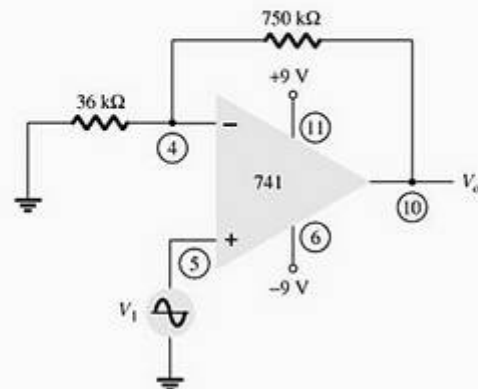

Figura 14.48 Problema 2.
2. Calcule a tensão de saída do circuito da Figura 14.48 para uma entrada de 150 mV rms.